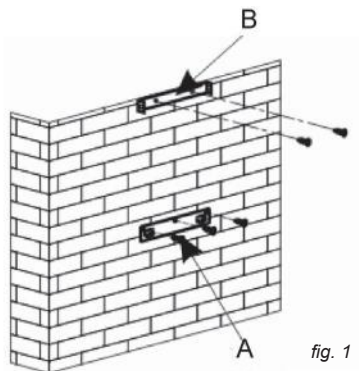

fig. 1
(fig. 1)
- Trace na parede os 3 orifícios que tem de fazer utilizando o gancho de suspensão do exaustor fornecido e respeitando a distância aconselhada (peça A da fig. 1).
- Fixe o suporte de fixação do exaustor, certificando-se de que fica totalmente nivelado (peça A fig. 1).
- Calcule a altura final para fixar o apoio em U do suporte da chaminé (peça B da fig. 1).
- Faça os 2 orifícios de 8 mm e fixe o apoio do suporte da chaminé certificando-se de que fica exactamente no eixo do exaustor (peça B da fig. 1).